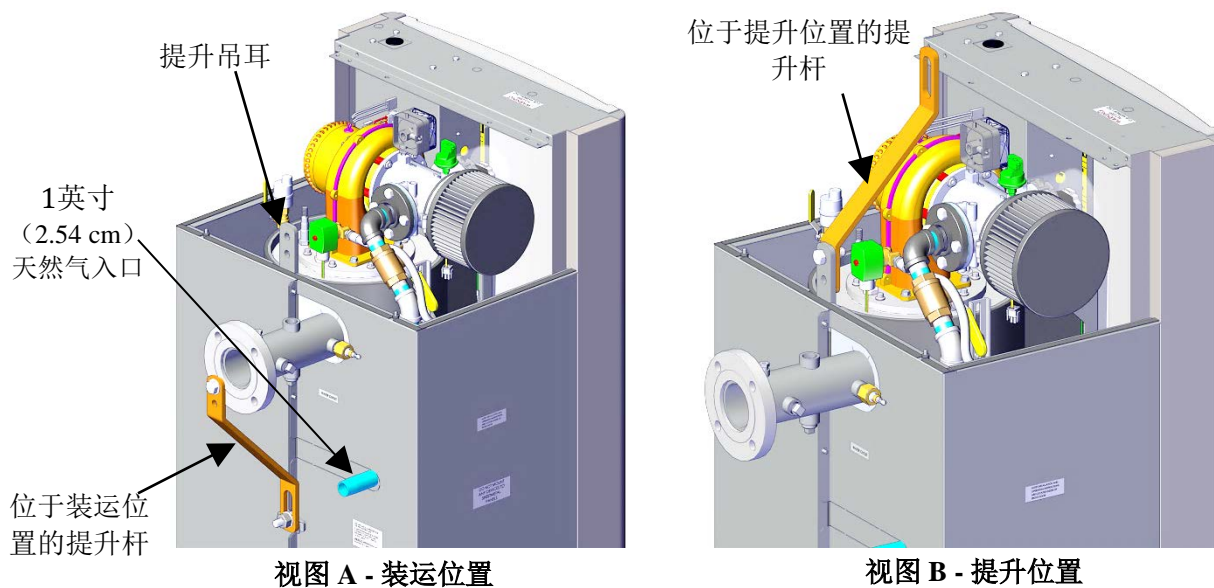

图2-2：锅炉提升设施
卸下用于将设备固定到运输托架的四 (4) 颗方头螺钉。锅炉可以通过将叉车前叉插入设备底座前插槽进行提升和移动，或者可以通过将一个提升杆连接至设备的热交换器进行提升。每台设备都配备一个带有连接配件的提升杆 (P/N 59174)。装运时，这个提升杆与设备的后部，如图 2-2 中的视图 A 所示。如图所示，在设备的热交换器顶部配有一 (1) 个提升吊耳。这个吊耳用于连接提升杆与设备，步骤如下：
1. 将提升杆从其位于设备后部的装运位置拆除（图 2-2，视图 A）。保留连接配件，其中包括 2 个六角头螺丝 六角螺母和平垫圈。
3. 参照图 2-2 中的视图 B，使用步骤 1 中拆除的配件将提升杆与热交换器提升吊耳相连。如图所示，含有椭圆形开孔的提升杆上端应被置于热交换器顶部之上。
基准系列 750 和 1000 设备在设备顶部包含一个 1 英寸 (2.54 cm) NPT 天然气入口连接，如图 2-2 和 2-3 所示。